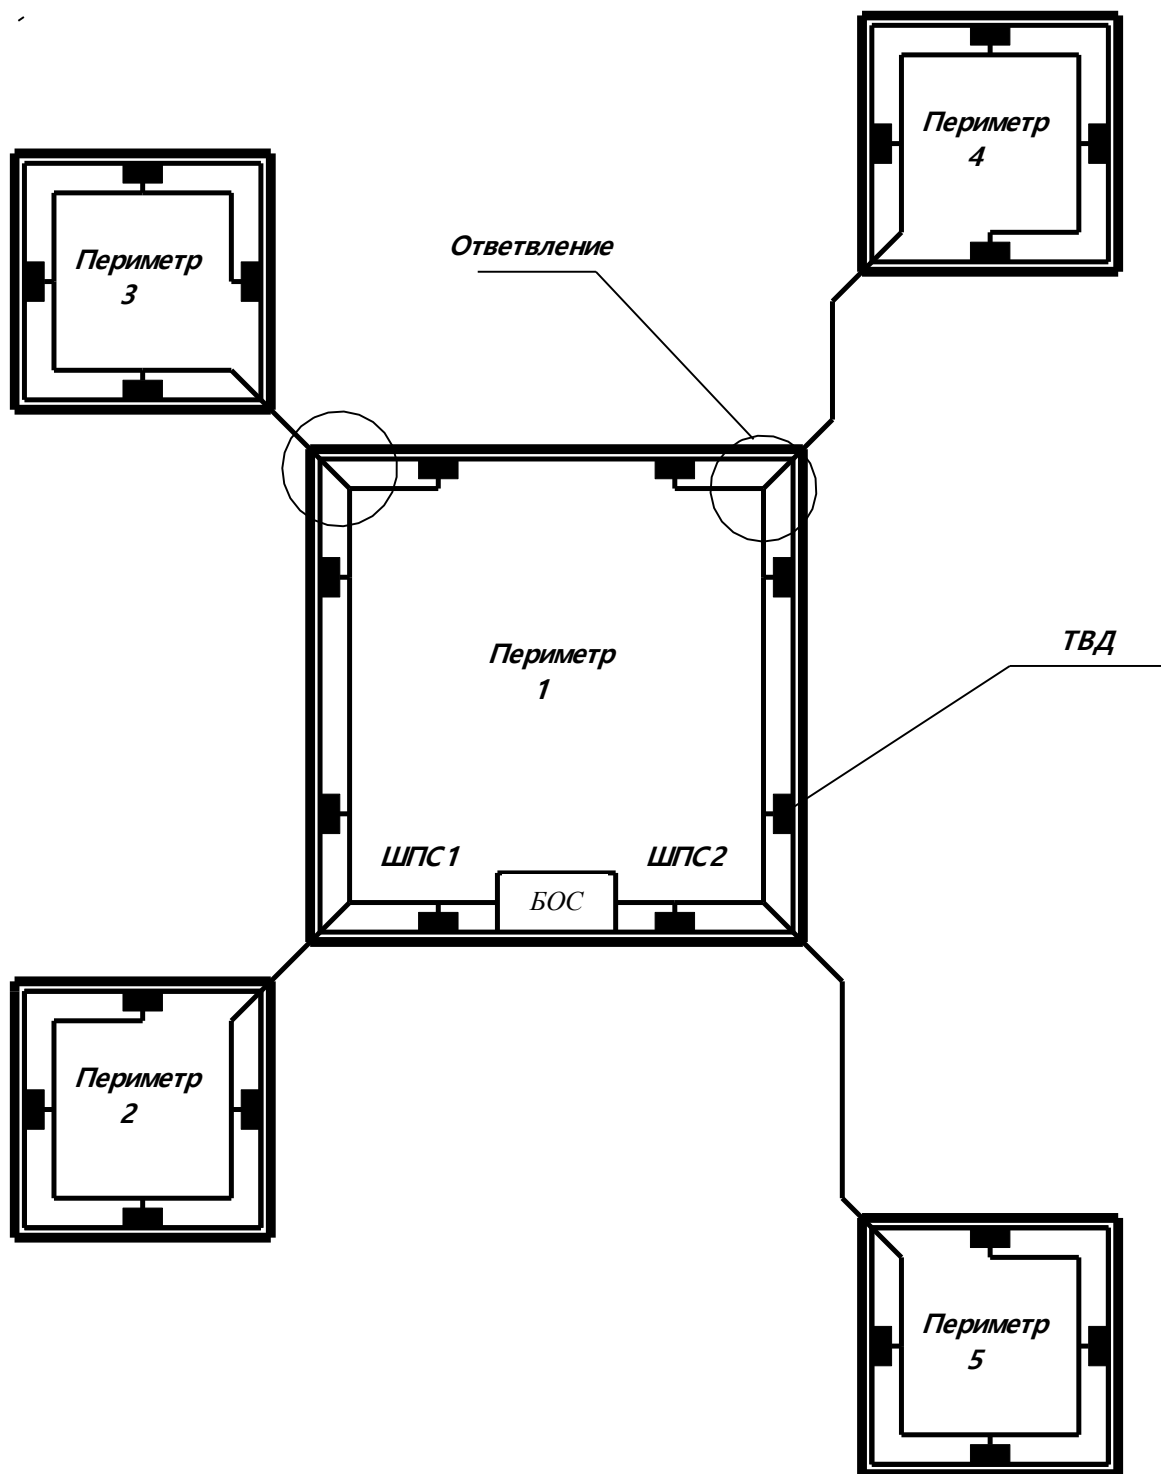

Рисунок 3.5.Монтаж ТВД по схеме «Звезда».
3.4.5 Допускается выполнять монтаж ТВД с подключением ШПС по схеме «звезда» (рис.3.5). При этом общая длина линии ШПС фланга не должна превышать 1500 м (для изделия с маркировкой, содержащей знак X – не более 500м).